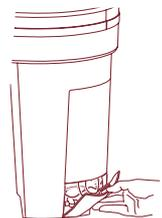

Figure 2
3. Enlevez le volet du range-cordon (à l'arrière de l'appareil) en appuyant sur la patte de déblocage. Sortez le cordon d'alimentation et branchez-le sur une prise de courant standard de 120 volts (figure 2). Remplacez le volet et passez le cordon dans la fente prévue à cet effet.